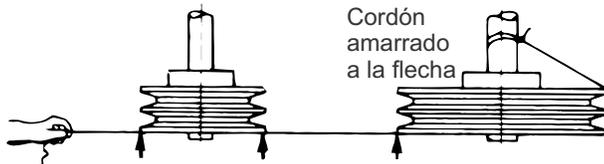

FIGURA 16
1. Las flechas del ventilador y motor deben estar paralelas; ajuste el motor como se requiera. Ver figura 16.
2. Las poleas del motor y ventilador deben estar alineadas de manera axial. Ver figura 16.